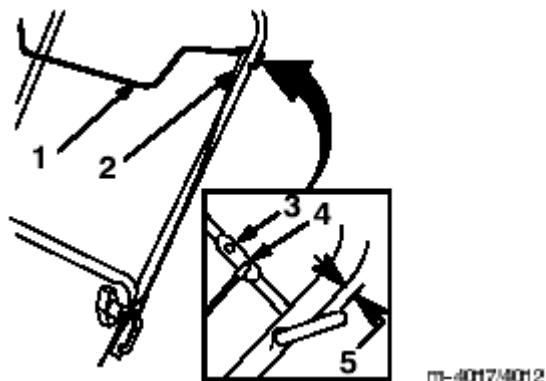

图12
- 1、插控制线上部末端于控制杆架底端的孔。如图12所示。（图12）
- 3、确保控制杆和扶手间有一个1/16到1/8英寸（1.6到3.2mm）的间隙。参见图12，调节间隙的方法，参见面“保养”中“调节控制杆”部分。